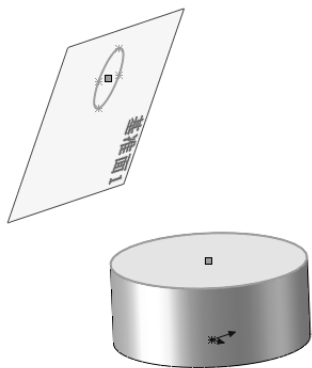
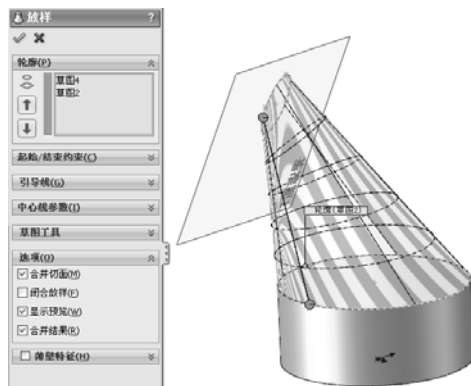

图 5-66 绘制图形
图 5-67 “放样”属性管理器
- (1) 利用“拉伸”命令、“基准面”命令和“椭圆”命令, 绘制如图 5-66 所示图形。
- (2) 单击“特征”工具栏中的 (放样凸台/基体) 按钮, 或选择菜单栏中的“插入”→“凸台”→“放样”命令。如果要生成切除放样特征, 则选择菜单栏中的“插入”→“切除”→“放样”命令。
(3) 此时弹出“放样”属性管理器, 单击每个轮廓上相应的点, 按顺序选择空间轮廓和其他轮廓的面, 此时被选择轮廓显示在“轮廓”选项组中, 在右侧的图形区中显示生成的放样特征, 如图 5-67 所示。